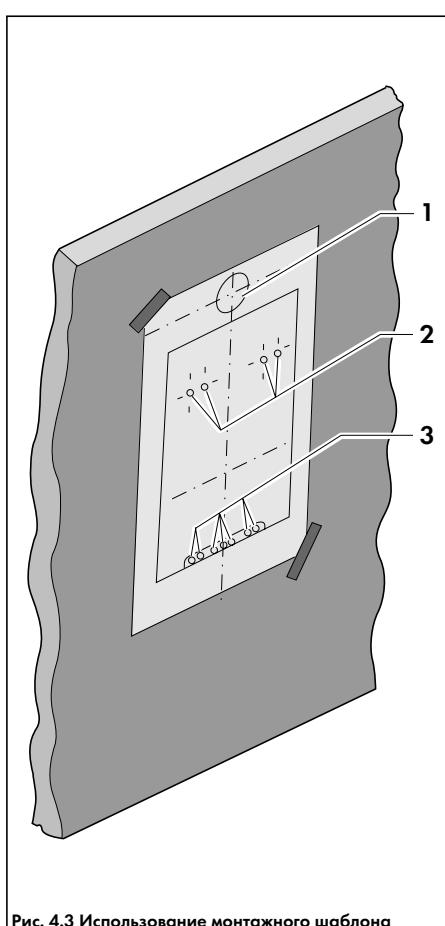

Рис. 4.3 Использование монтажного шаблона
4.3.2 Использование монтажного шаблона (Рис. 4.3)
- После определения подходящего места установки аппарата прикрепить к стене монтажный шаблон из бумаги; с помощью ватерпаса или отвеса направить центральную ось вертикально вниз. На шаблоне отмечены позиции крепежных отверстий для держателя аппарата (2) и крепления присоединительной консоли. На шаблоне также показано отверстие для выхода дымохода/воздуховода(1), если канал будет устроен непосредственно позади аппарата, например, при установке аппарата на наружной стене. Если консоли не применяются, для разметки крепления нужно использовать данные по крепежным размерам аппарата главы 3 и отверстия в раме аппарата;
- Сделать на стене разметку крепежных отверстий для держателя аппарата (2) и крепления присоединительной консоли (3). Просверлить 2 отверстия диаметром 10 мм для держателя аппарата (2) и 2 отверстия диаметром 8 мм для крепления консоли (3);
Разметить центр и окружность трубы (1, рис. 4.3). Выполнить соответствующее отверстие под дымоход/воздуховод, просверливая при этом шаблон насеквоздь;